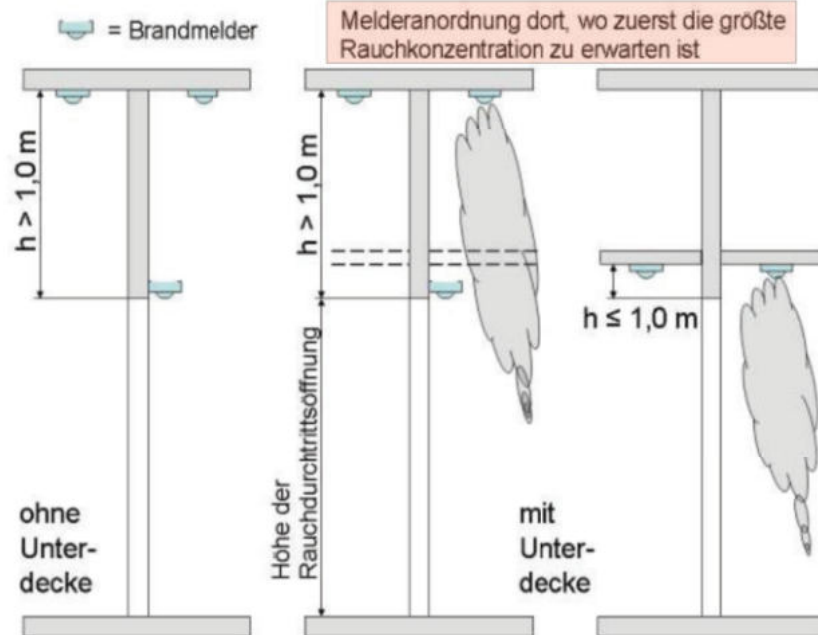

Bild 1: Maßgebende Höhe der Deckenunterfläche
- Als **maßgebende Höhe "h"** ist der Abstand **zwischen Oberkante der Rauchdurchtrittsöffnung und der Decke** anzusetzen, wo im Falle eines Brandes zuerst eine größere Rauchkonzentration zu erwarten ist (siehe Bild 1).